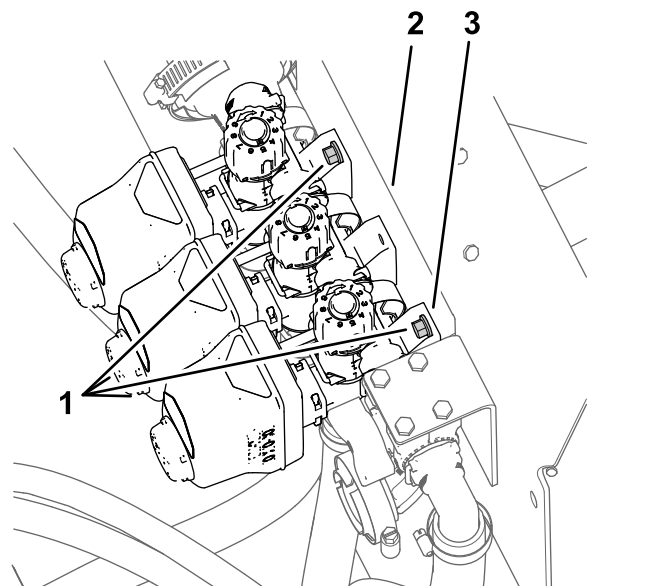

Figura 33
1. Allentate i 4 bulloni a testa flangiata ($\frac{1}{4}$ " x $\frac{3}{4}$ ") e i 4 dadi di bloccaggio flangiati ($\frac{1}{4}$ ") che fissano le 3 valvole di sezione delle barre al supporto del collettore (Figura 33).